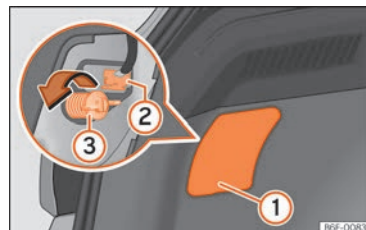
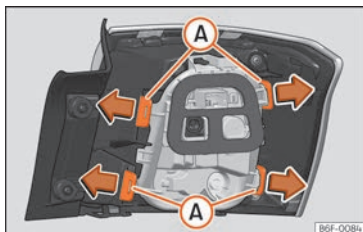

Abb. 172 Gepäckraum: Zugang zur Befestigungsschraube der Heckleuchte
Abb. 173 Befestigungslaschen Rückseite Heckleuchte.
- Hebeln Sie die Abdeckung an der Aussparung mit dem flachen Teil des Schraubendrehers ab »» (Abb. 172) ①.
- Ziehen Sie den Stecker der Leuchte ② ab.
- Schrauben Sie mit der Hand oder mit Hilfe eines Schraubendrehers die Befestigungsschraube der Leuchte ③ heraus.
- Bauen Sie den Lampenträger aus, indem Sie die Befestigungslaschen »» (Abb. 173) A entriegeln.